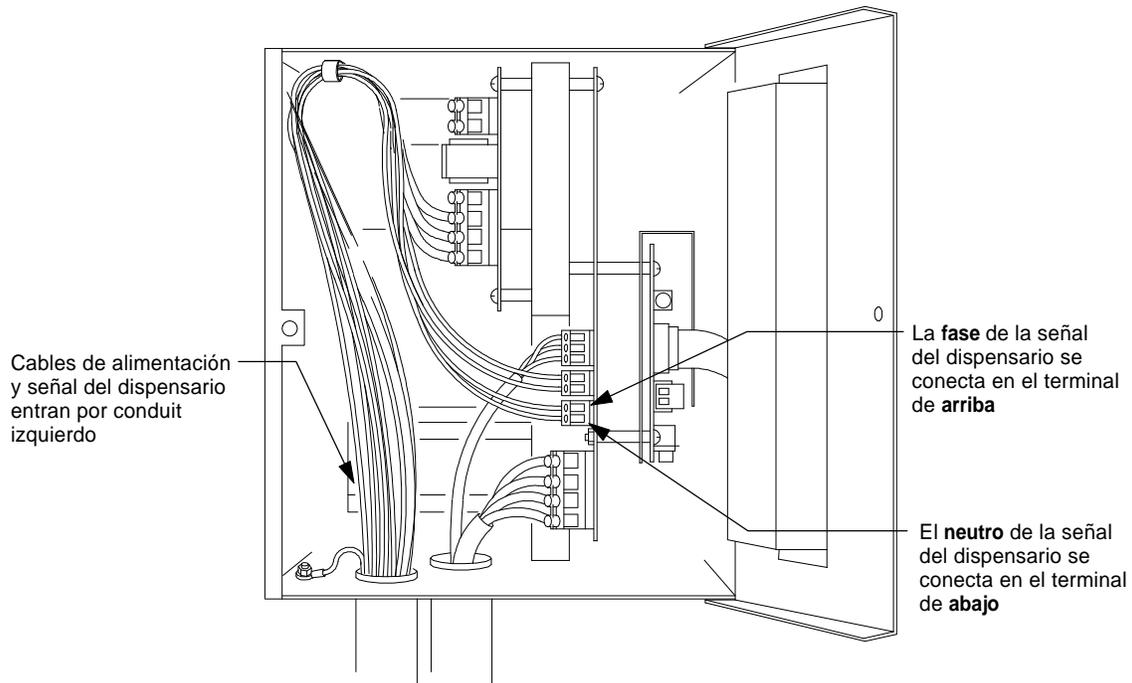

Figura 3.6 Cableado de la entrada del surtidor y conexión de la potencia de salida
- Paso 4:** Cortar los alambres y dejar unas 15 cm colgando fuera de la caja de empalme (ver la figura 3.6).